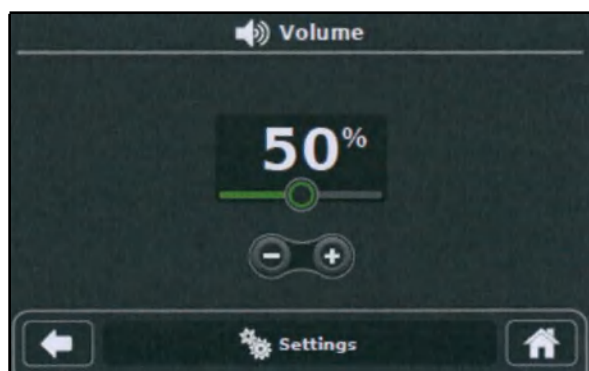

Рисунок 28 — Экран громкости
- 3. Для регулировки значения «ГРОМКОСТИ» динамика коснитесь кнопки «УВЕЛИЧЕНИЕ» (плюс) или «УМЕНЬШЕНИЕ» (минус), или же отрегулируйте ползунок (рисунок 28).